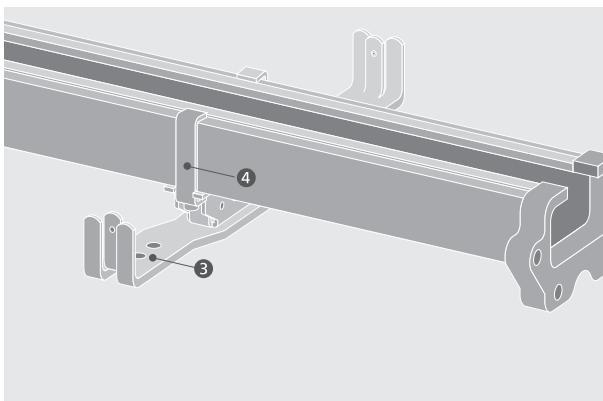

Abbildung 5.8.2
- Wenn der Abstand der Querstreben 70 cm überschreitet, dazwischen gekröpfte Querstreben (3) mit Kanalklammern (4) befestigen. (Montage der Kanalklammer siehe Abschnitt 5.4) (Abb. 5.8.2)